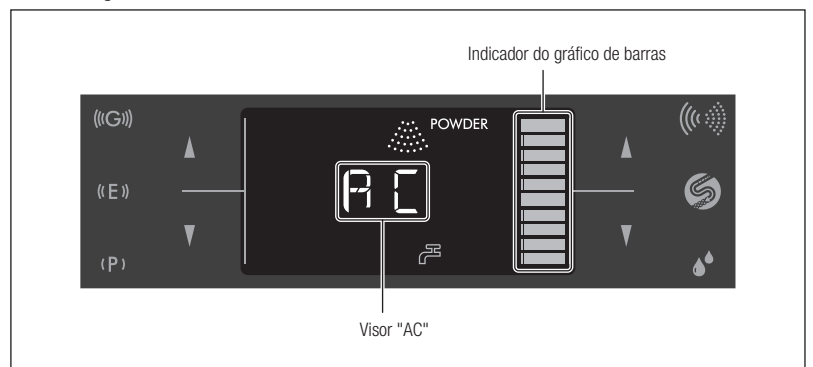

Fig. 37
- 6) A limpeza automática demora cerca de 45 segundos. "AC" é apresentado no painel LCD durante a limpeza automática e o tempo restante aproximado é apresentado pelo indicador do gráfico de barras (Fig. 37).